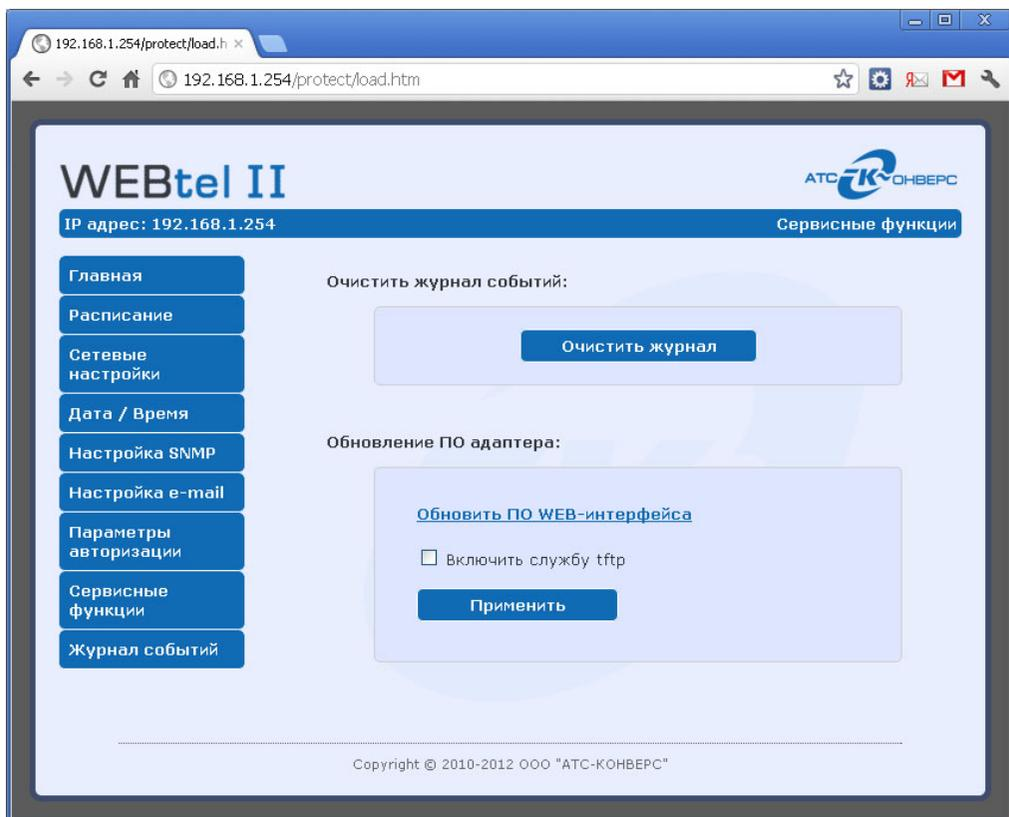

Рисунок 13 - Страница сервисных функций
5.11.1. Вход на страницу сервисных функций (рисунок 13) защищен паролем, аналогично п. 5.3.